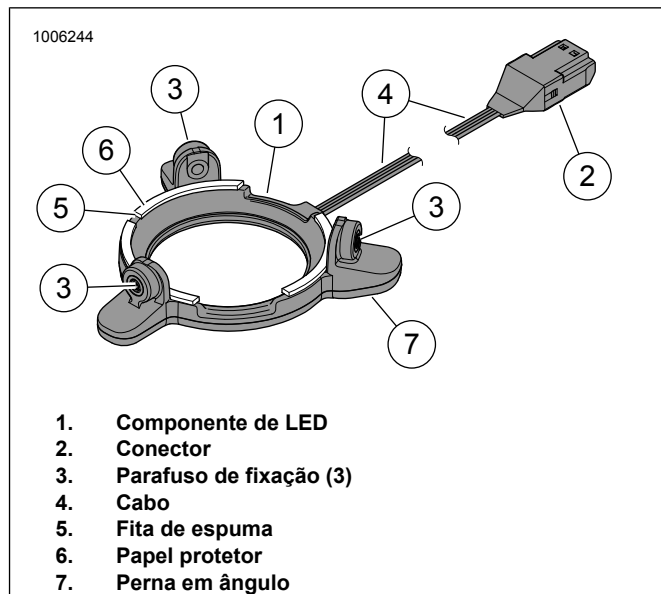

Figura 4. Luzes LED, Alto-falante Stage II do alforje
9. Veja a figura 4. Remova o papel protetor (6) da fita de espuma (5) na parte traseira do componente de LED (1).